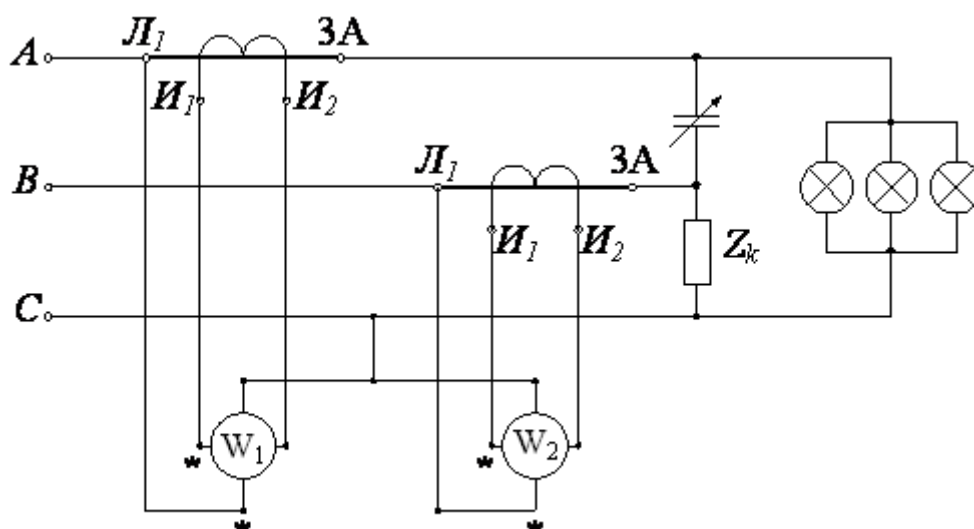

Рис. 7.1. Схема измерения активной мощности двумя ваттметрами
Измерение активной мощности. Метод двух ваттметров применяется независимо от схемы соединений нагрузки и её симметрии (рис. 7.1). В лабораторной работе необходимо исследовать метод с применением измерительных трансформаторов тока.
1. Собрать схему рис. 7.1. Изменяя величину емкостной нагрузки, получить положительные, нулевое и отрицательные значения одного из ваттметров. Второй ваттметр будет давать только положительные значения.